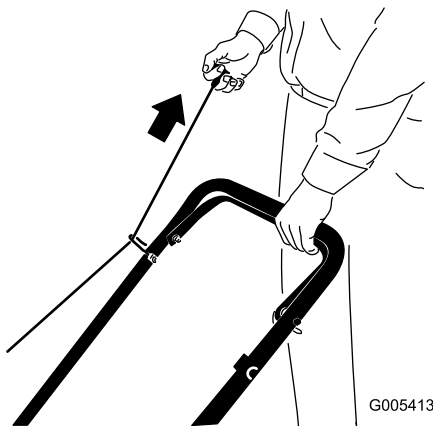
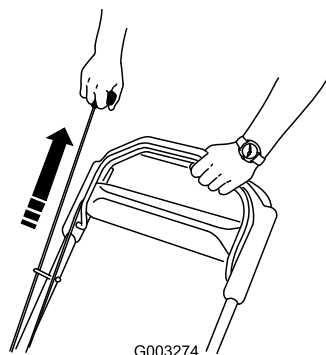

**Figura 15**
**Figura 16**
3. Sujete la barra de control de la cuchilla contra el manillar (Figura 15) o (Figura 16).